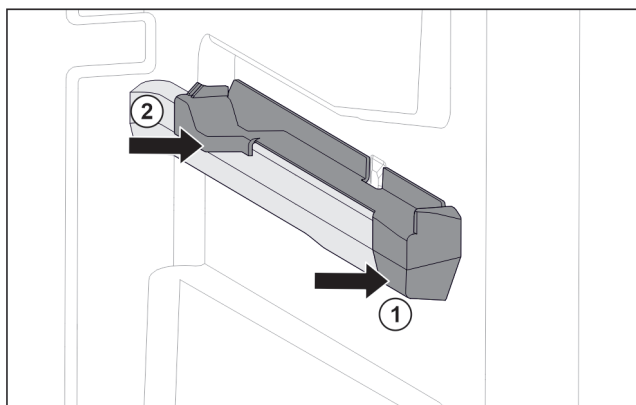

Fig. 115 Nasazovací díl na pravém žebrování na nádoby
- ▶ Nasadte nasazovací díl na žebrování na nádoby. Fig. 115 (1)
- ▶ Přitlačte nasazovací díl k zadní části. Fig. 115 (2)